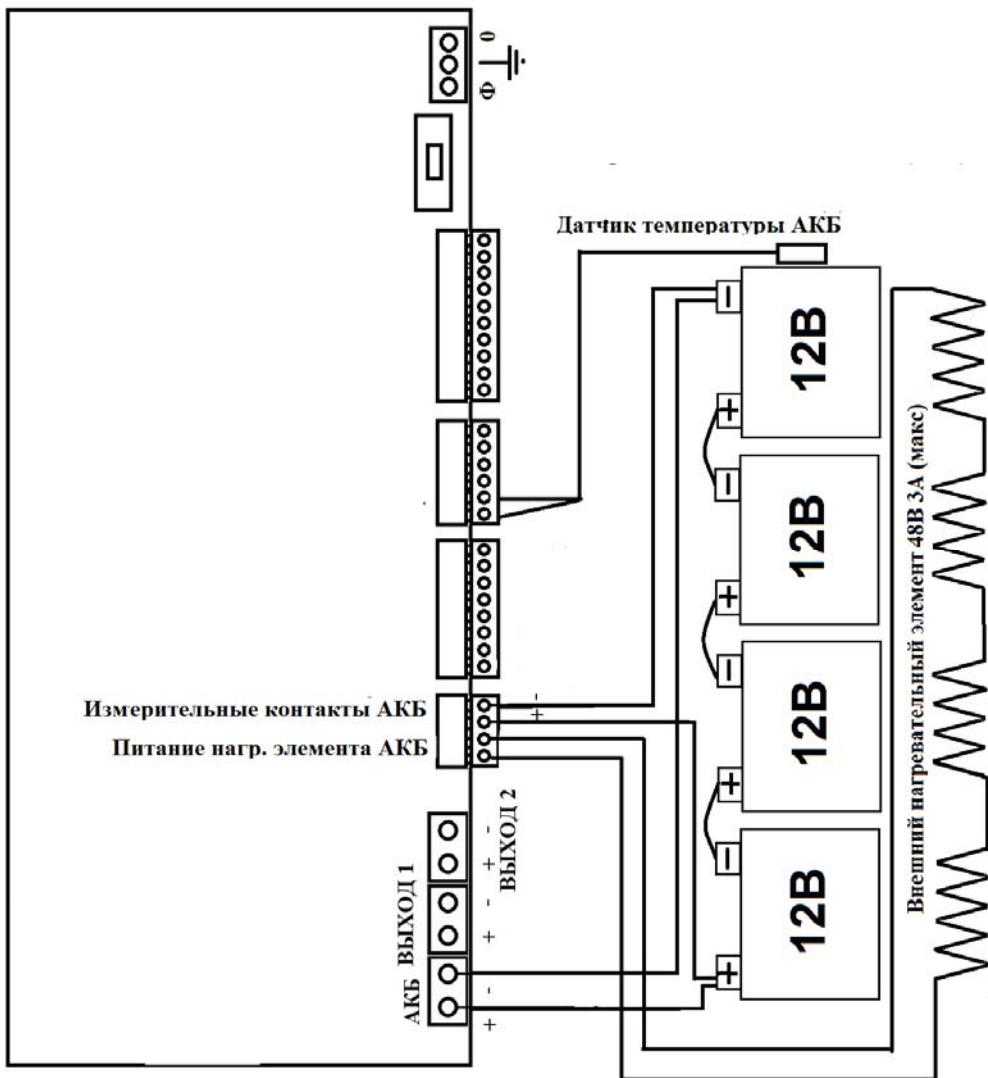
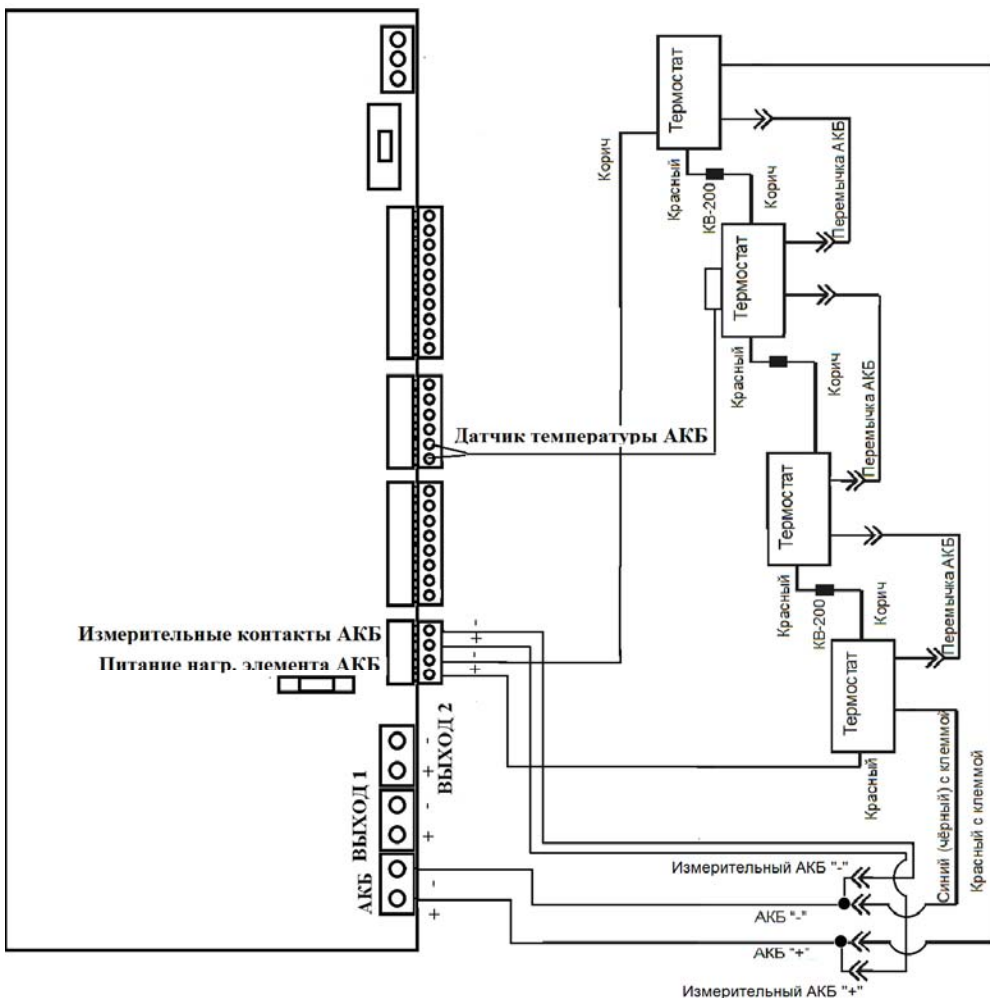

Рисунок 6 – Подключение АКБ с внешним устройством обогрева АКБ с отключением обогрева в режиме «РЕЗЕРВ».
Рисунок 7 – Подключение устройств обогрева Термостат АКБ с отключением термостатирования в режиме «РЕЗЕРВ»
В источнике реализована возможность использования внешнего нагревательного элемента для обогрева АКБ (см. рисунок 6) в случае эксплуатации при отрицательных температурах окружающей среды.
Также в источнике реализована возможность использования термостата АКБ (см. рисунок 7) в случае эксплуатации при отрицательных температурах окружающей среды.
- ◆ При необходимости термокомпенсации напряжения заряда АКБ и нагрева при отрицательных температурах окружающей среды подключить внешнее устройство обогрева АКБ (см. рисунок 6) или термостаты АКБ к соответствующим контактам источника (см. рисунок 7).
- ◆ Установить термодатчик на одну из АКБ или к термостату АКБ (см. рисунок 6,7)..